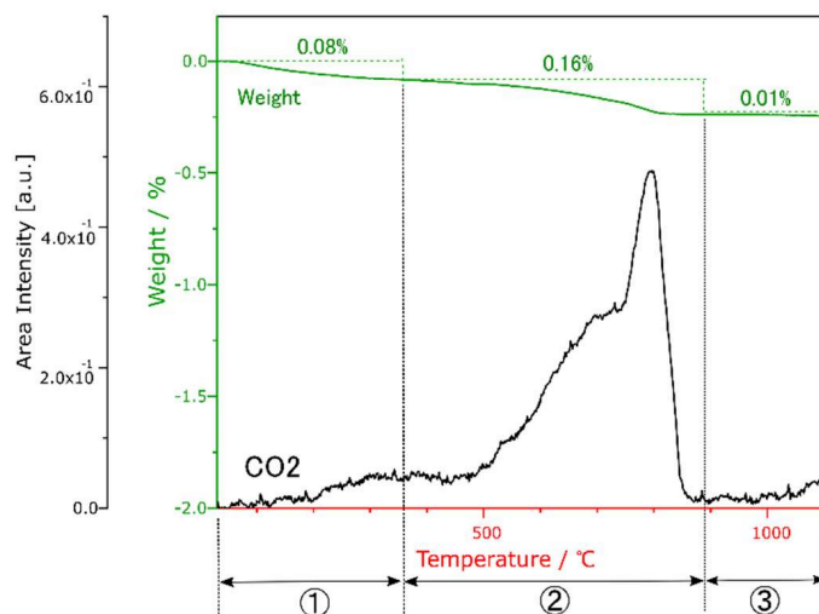
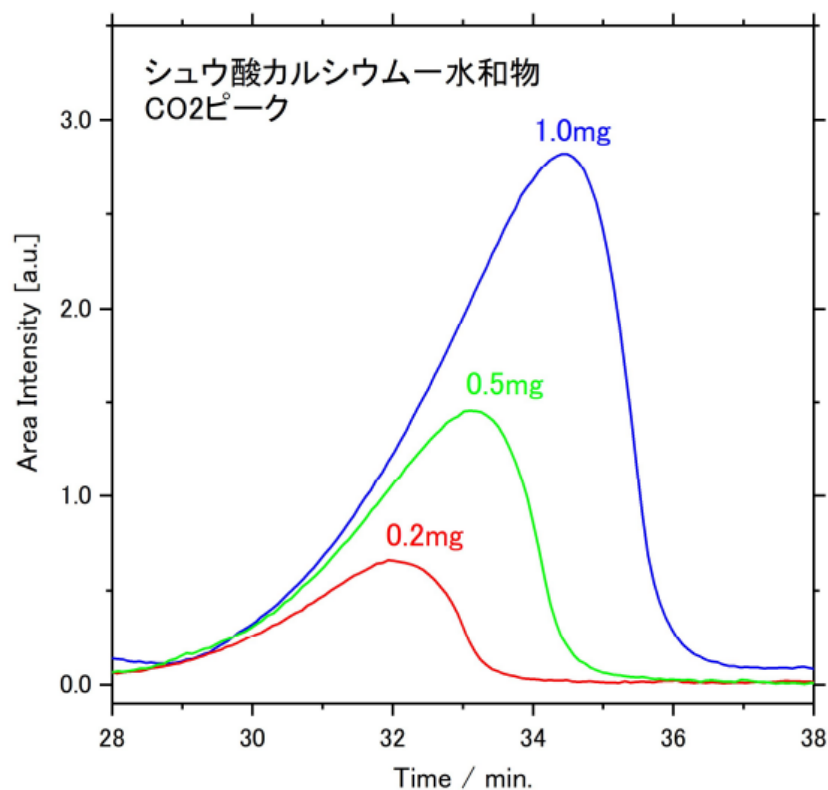

図1 チタン酸バリウムのTG及び発生ガスの温度プロファイル
図2 シュウ酸カルシウム水和物、CO2発生ピーク
図1にTG及びCO2の赤外吸収強度（2250～2450cm-1のピーク面積強度）の温度プロファイルを示しました。これより各温度でのCO2発生量の推移を明らかにすることができました。次に各減量に対応するCO2発生量の定量を試みました。シュウ酸カルシウム一水和物を加熱した際の脱炭酸時のシグナル強度を図2に、そこから作成した検量線を図3に示しました。検量線は非常に良い線形性があることがわかり、これを使用して、チタン酸バリウムからのCO2発生量を温度範囲①：0.01%、②：0.16%、③：0.01%というように定量することができました。温度範囲①でTG減量率とCO2発生量に大きな違いがあるのは、CO2以外のガス（具体的にはH2O）が発生しているためです。